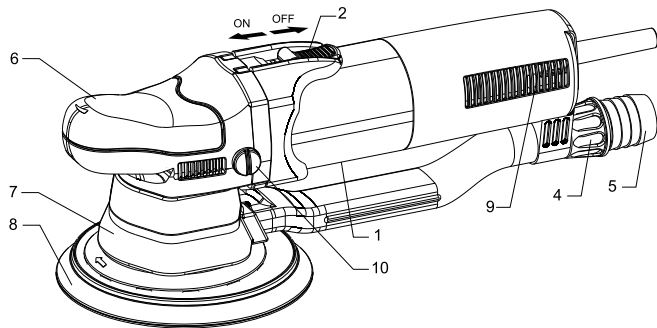

Fig. 1
1. Svitare con la chiave (11) la vite di fissaggio del platorello (12) nel senso indicato dalla freccia riportata sulla cuffia antipolvere (7);
2. appoggiare il platorello (8) con la vite (12) al centro (fig. 1);